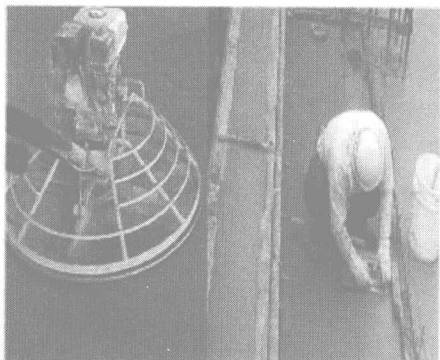

图 1-2 面层收光
- 1) 面层采用收面机，收面机无操作位置时，采用人工铁板收面。参见图 1-2。